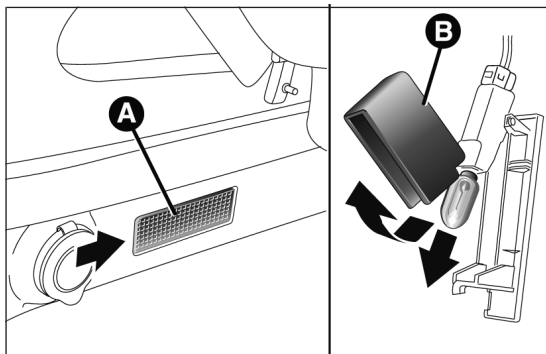

fig. 199
- ouvrir le coffre à bagages et extraire le plafonnier A fig. 199 en agissant sur le point indiqué par la flèche ;